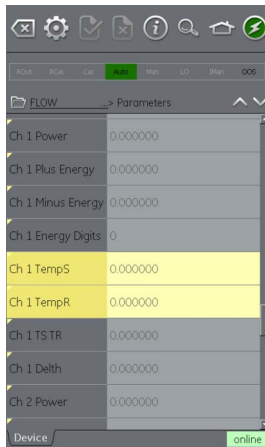

图 10-20: 功能查找器
5. 然后，功能查找器将在设备视图中显示相关功能组，所有搜索的变量都以黄色突出显示。请参考图 10-20。